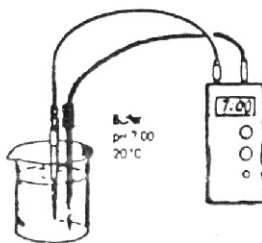

Рис. 7.
7.9. Поместить рН электрод и датчик температуры в рабочий эталон рН 6,86 (рис.7)